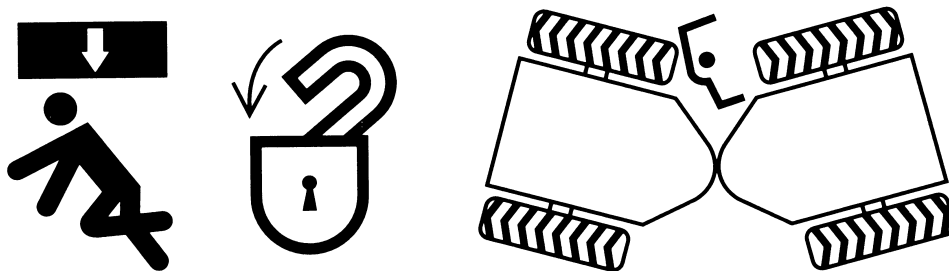

Рис. 1-27
- Запрещается входить или вложить руки или другие любые части тела в подвижные агрегаты, например, в место между рабочими устройствами и цилиндрами, в место между машиной и рабочими устройствами, шарнирное место передней рамы и задней рамы. С движением рабочих устройств пространство на месте рычажного механизма увеличивается или уменьшается. Приближение может вызвать серьезную аварию или ранение человек. При необходимости входа между вращающимися агрегатами необходимо сначала выключить двигатель, и застопорить рабочие устройства и переднюю, заднюю рамы(рис. 1-27)..